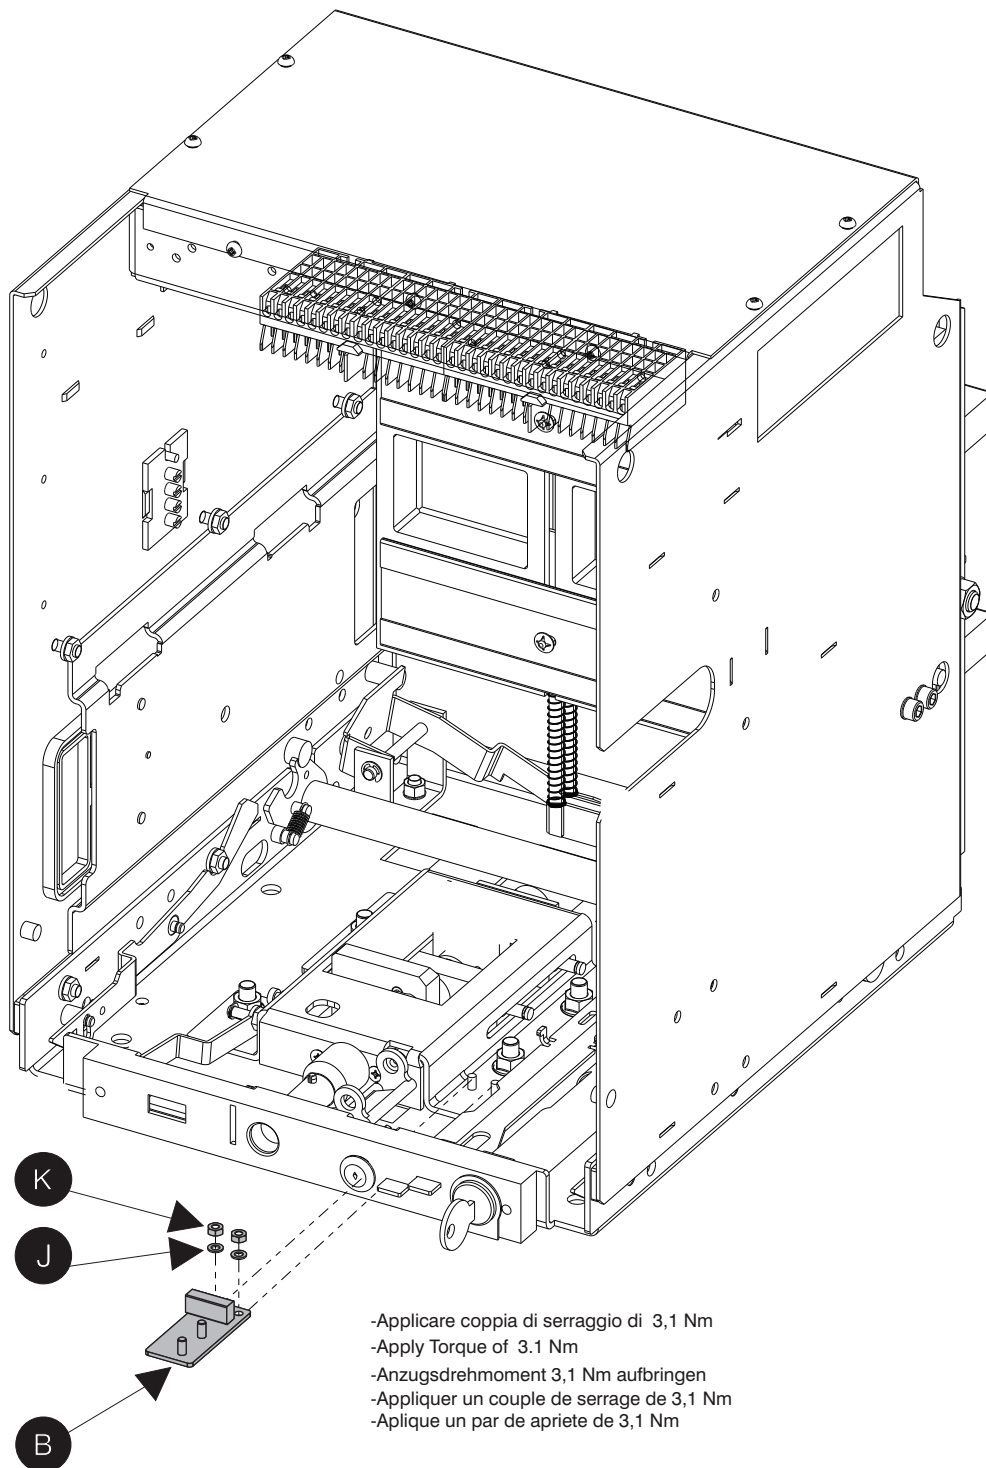

Fig. 22
- Assemble the parts shown in figure 22 from M-PACT.
- Montieren Sie die in Abbildung 22 gezeigten Teile aus der M-PACT/M-PACT plus FR1-Kassette
- Assemble the parts illustrated in figure 22 from the cassette M-PACT/M-PACT plus FR1